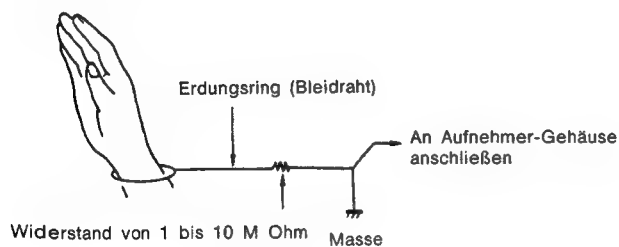

Abb. 12
② Handhabung des Teile-Mechanismus (Abb. 12)
Bei Arbeiten mit dem Aufnehmer-Mechanismus und dem Teile-Mechanismus, benutzen Sie einen Erdungsring, wie in Abb. 12 dargestellt. (Ein Erdungsring kann aus gewöhnlichem Bleidraht bestehen).